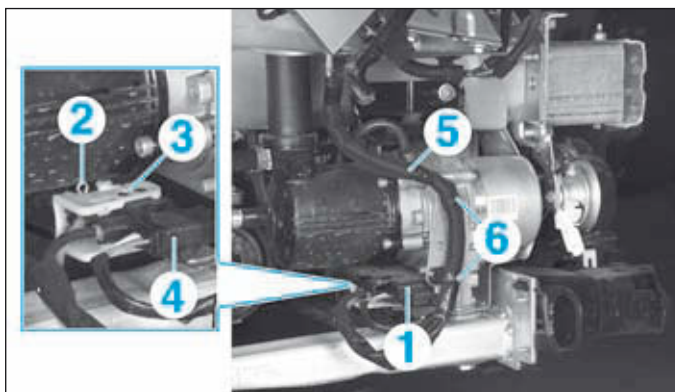
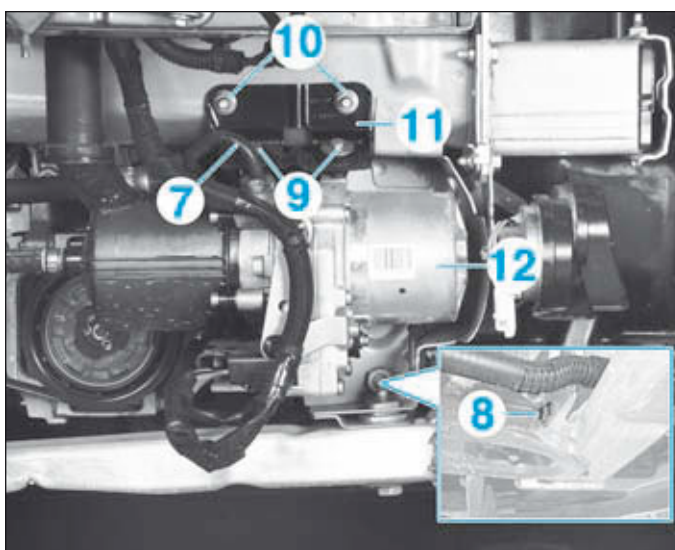

FIG.19
FIG.20
- Compléter le niveau de liquide d'assistance de direction jusqu'au repère maxi (a) du bouchon de remplissage (1).
- Déposer la plaque de protection (1) (Fig.19).
- Déposer la goupille (2).
- Débrancher les connecteurs (3) et (4).
- Libérer le faisceau électrique (5) de ses agrafes (6).
- Débrancher et écarter la canalisation haute pression (7) (Fig.20).
- la vis (8),
- les vis (9),
- les écrous (10),
- le support (11),
- la pompe électrohydraulique (12).